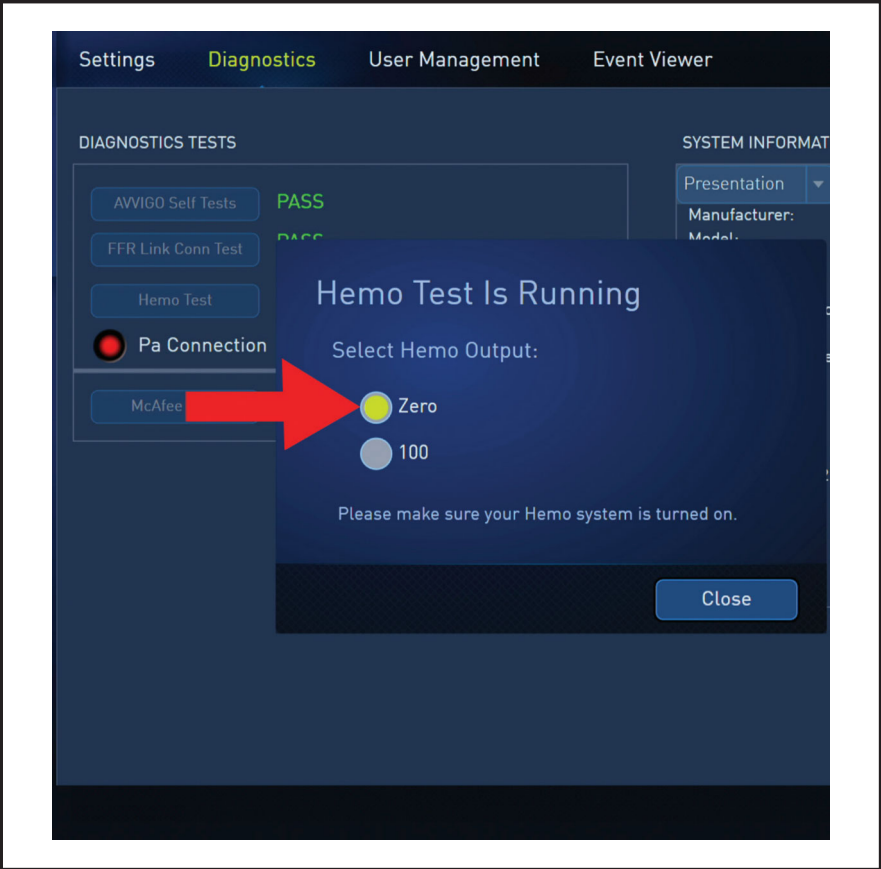

Рис. 108. Нульовий екран гемотесту
9.5 **Zero P1** (Нуль P1) у вашій ГЕМОсистемі (рис. 108).